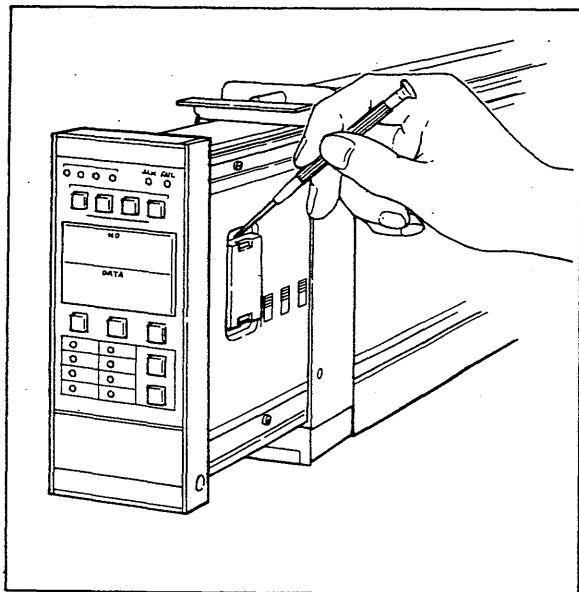
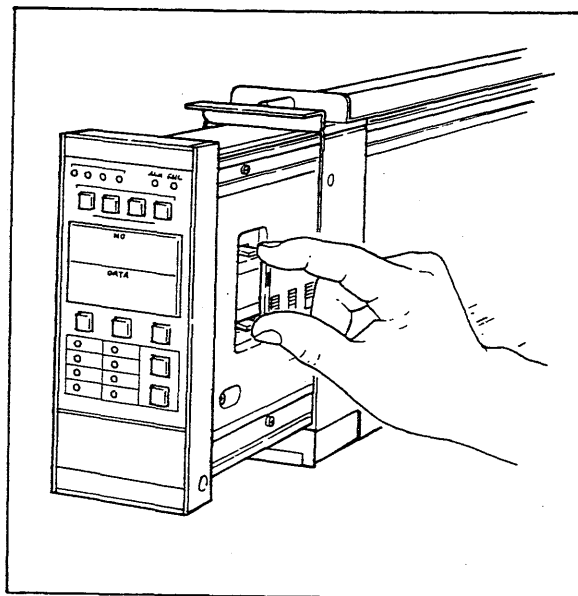

図 6.3.1 保護カバーの取外し
図 6.3.2 電池の取外し
- (1) 内器をハウジングから少し引き出し、取り付けられている電池カバーおよび電池を取り出します（図6.3.1，図6.3.2参照）。
- (2) 新しい電池を取り付け、電池カバーを確実にはめ込みます。
- (3) 計器正面のALMランプ点滅が止まったことを確認します。